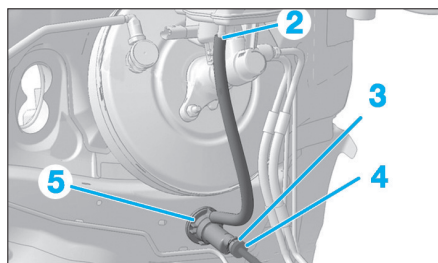

Fig. 3
- Désaccoupler le tuyau d'alimentation (2) (Fig.3).
- Obturer l'orifice du réservoir de liquide de frein (2).
- Déposer l'agrafe (3).
- Désaccoupler le tuyau hydraulique (4).
- Déverrouiller le cylindre émetteur d'embrayage (5).